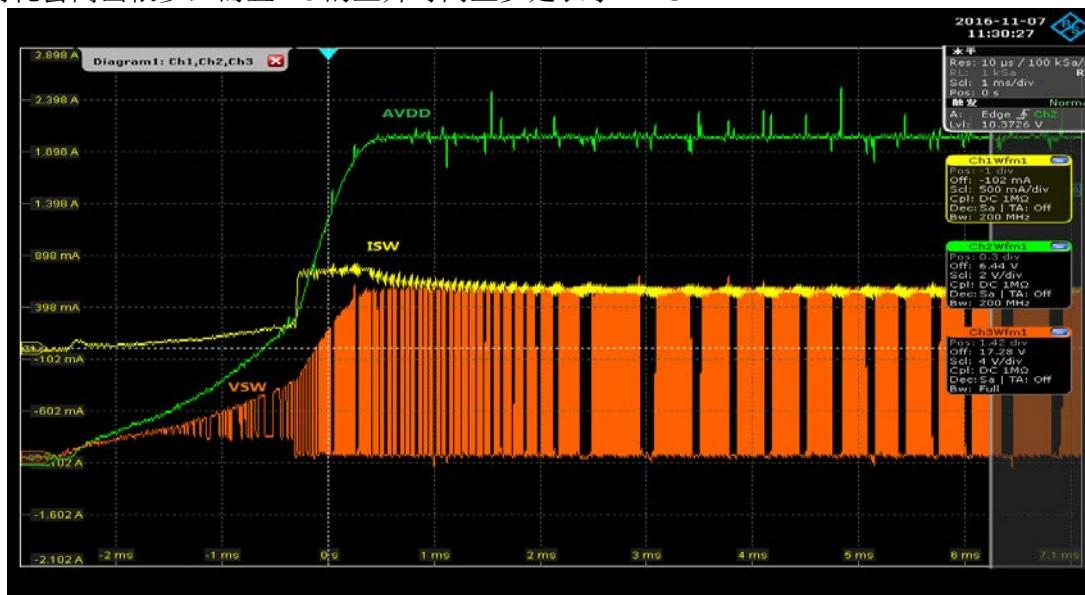
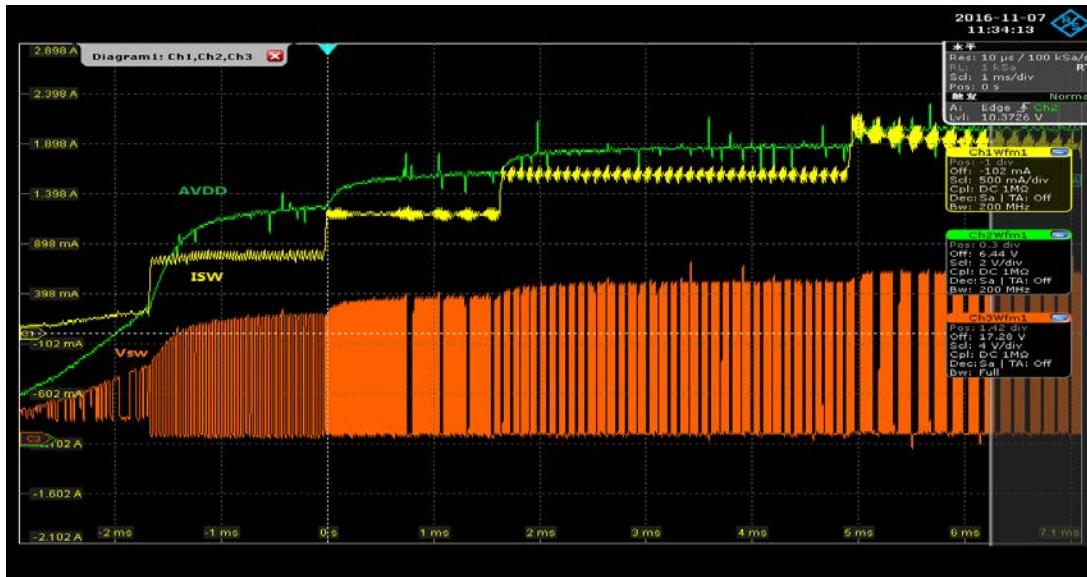

Figure 8:短时间短路 VGH 到 GND
Figure 9:长时间短路 VGH 到 GND
下面 Figure8 和 Figure9 是在相同的 LCD 模块和相同的 TPS65150 的设计情况下, 修改 DVDD 的上电时序测试到的波形。从这两张图, 可以明显的看到, 当 LCD 模块异常上电的时候, AVDD (VS) 上的电流消耗会高出很多, 而且 Vs 的上升时间至少延长了 7mS。